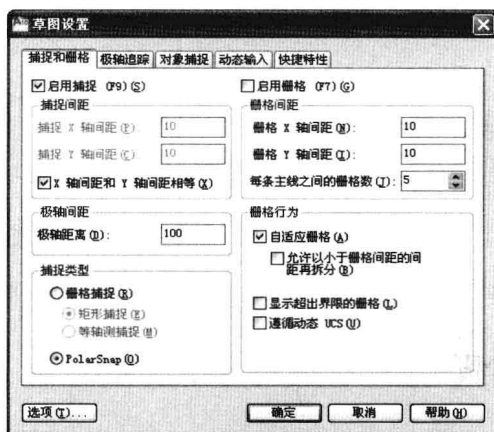

图 2-4-17
(3) 在状态栏中右击“捕捉”按钮，在弹出的菜单中选择“设置”，弹出草图设置对话框，在捕捉和栅格选项卡中，勾选“启用捕捉”复选框，捕捉类型选择“PolarSnap”，极轴距离设置为 100，如图 2-4-17 所示，单击“确定”按钮。